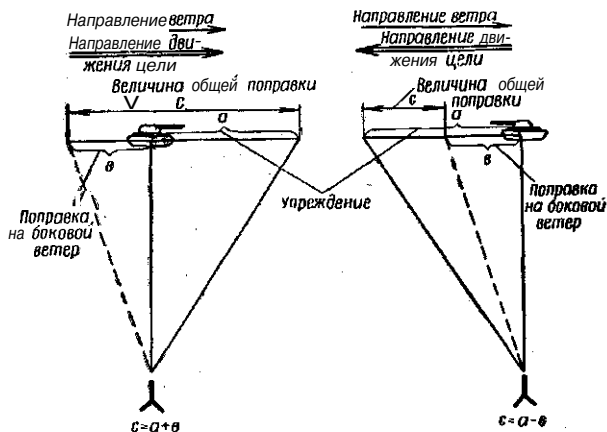

Рис. 74. Величина суммарной (общей) поправки
**сложением** величины упреждения и поправки на ветер, когда направление движения цели совпадает с направлением ветра, и **вычитанием** из величины упреждения поправки на боковой ветер, когда цель движется навстречу ветру; при положительной разности учитывается упреждение, при отрицательной — поправка на боковой ветер (рис. 74).